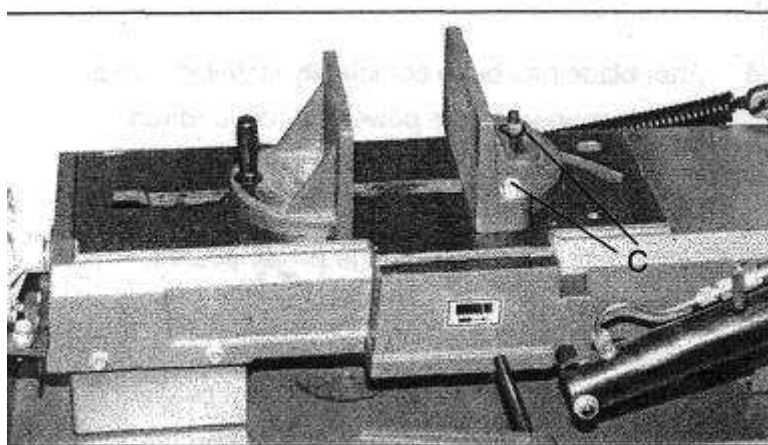

Fig.7
1. Retirez les ensembles boulon et écrou (C, fig. 7).
2. Placez l'étau et remontez les ensembles de boulon selon l'illustration de la fig. 7.